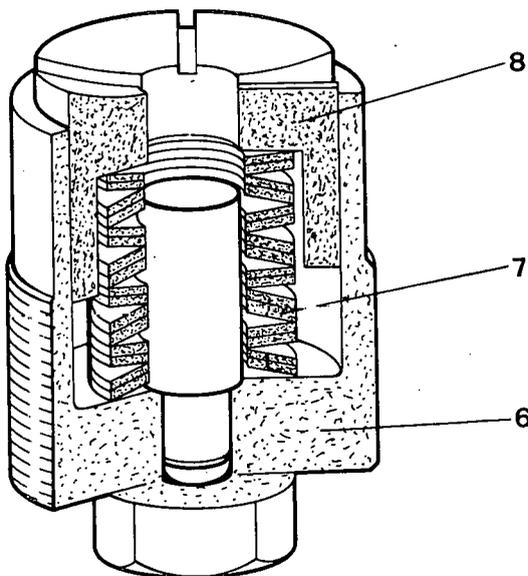

Bild 8/4b
- 1) Tellerfedern 7 zweifach geschichtet mit 8 hintereinander geschalteten Paketen in der aus Bild 8/4b ersichtlichen Anordnung auf den Bolzen des Fußlagergewindestückes 6 stecken.